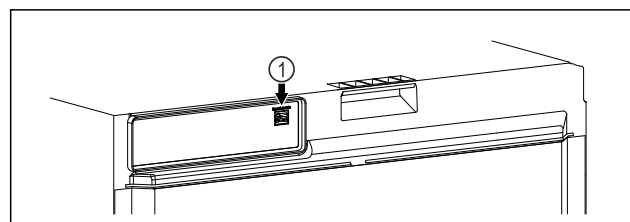

Fig. 105
- ☐ Le SmartModule Fig. 105 (1) est installé.